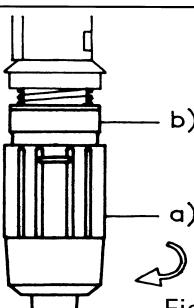

Fig. 6.1
DISASSEMBLING 832.10 (Fig. 6.1 - 6.4)
1. See Fig. 6.1 Twist out ejector a), unscrew and remove cylinder b).
ZERLEGEN DER 832.10 (Abb. 6.1 - 6.4)
1. Siehe Abb. 6.1 Den Abwerfer a) durch eine $\frac{1}{4}$ Drehung entfernen und den Zylinder b) abschrauben.
4. See Fig. 6.1 Screw in barrel b) and click in ejector a).
4. Siehe Abb. 6.1 Den Zylinder b) aufschrauben, den Abwerfer a) einrasten.
DEMONTAGE DE 832.10 (Fig. 6.1 - 6.4)
1. Voir Fig. 6.1 Faire pivoter l'éjecteur a), le retirer.
4. Voir Fig. 6.1 Insérer le piston et visser le cylindre b). Encliquer l'éjecteur a).